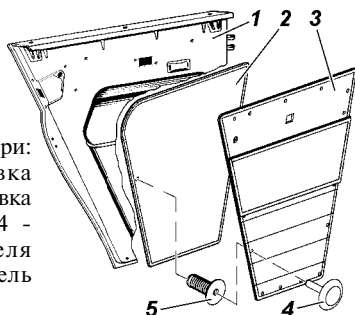

Рис. 15.25. Обивка двери: 1 -дверь; 2 -обивка кармана двери; 3-обивка двери с клапаном; 4 - фиксатор держателя обивки; 5 -держатель обивки
Снятие обивки (рис. 15.25) передней двери производите в следующем порядке:
3. Выньте фиксаторы 4 (см. рис. 15.25) и снимите обивку 3 двери с клапаном.